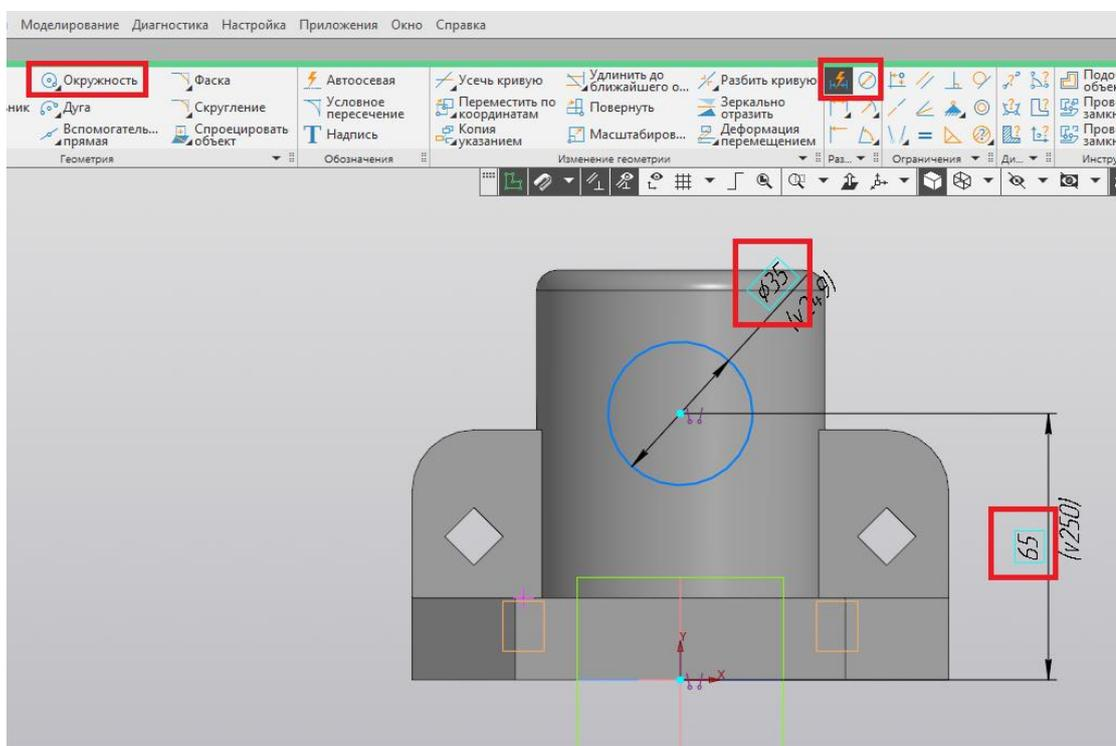

Рис. 114
42. При помощи команды «Окружность» строим окружность на уровне начала координат. Задаём необходимые размеры (рис. 114).